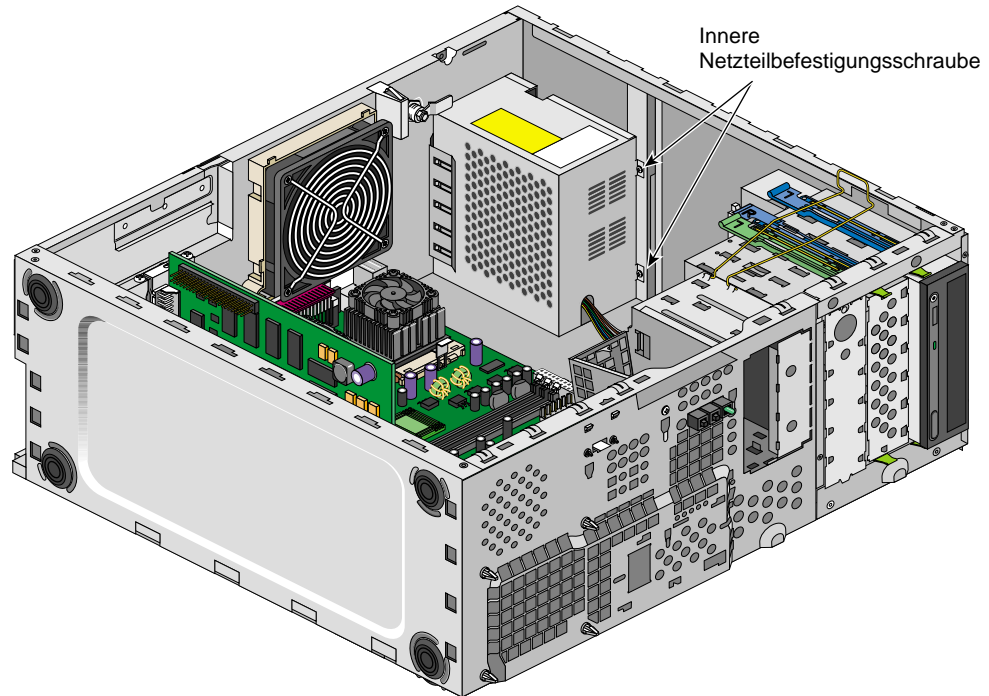

Abbildung 2-10 Lösen der inneren Netzteilbefestigungsschraube
6. Lösen Sie die Schrauben an der Innenseite der oberen Abdeckung des Systems. Die Lage der Schrauben geht aus Abbildung 2-10 hervor.
10. Bringen Sie die in Abbildung 2-10 gezeigten inneren Schrauben wieder an.